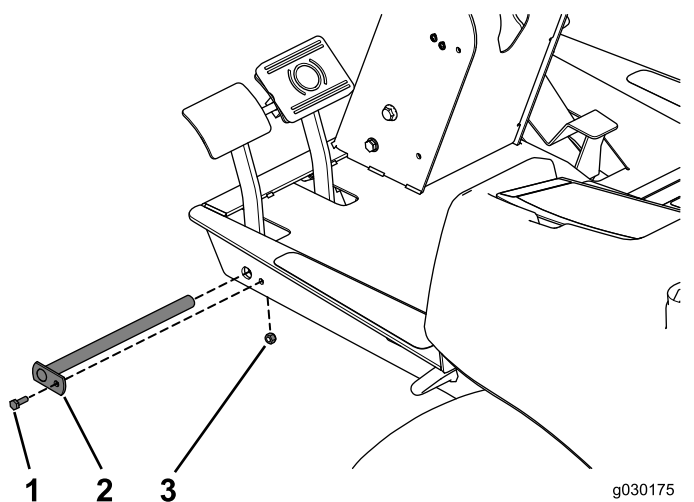

Figure 1
4. Retirez le boulon qui fixe la goupille de maintien des pédales de frein (Figure 1).